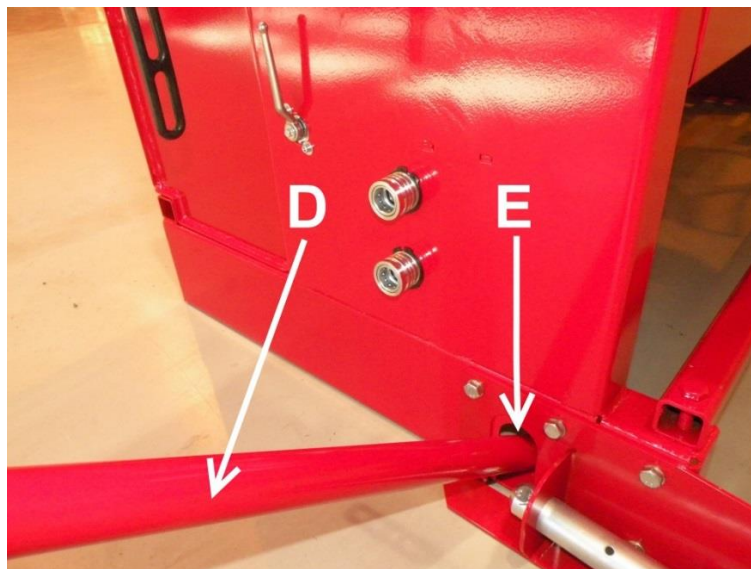

Рис. 4
ногу D в отверстие E (Рис. 4).
3. Опустите отводящий транспортер в самое нижнее положение с помощью лебедки при открытом стопоре А (рис. 4а).
Рис. 4а.
Рис. 4с.
5. Поверните ленту отводящего транспортера, показанную на рис. 4с, в сторону поддерживающей штанги С, предназначенной для положения транспортировки.
3. Поверните поддерживающую штангу С, показанную на рис. 4с, на ленту и заверните верхнюю часть транспортера на нижнюю часть при помощи рукоятки В, показанной на рис. 4б.
5. Поднимайте транспортер лебедкой пока он не зафиксируется в верхнем положении. Убедитесь, что фиксатор А (на рис. 4а) как следует встал на место.